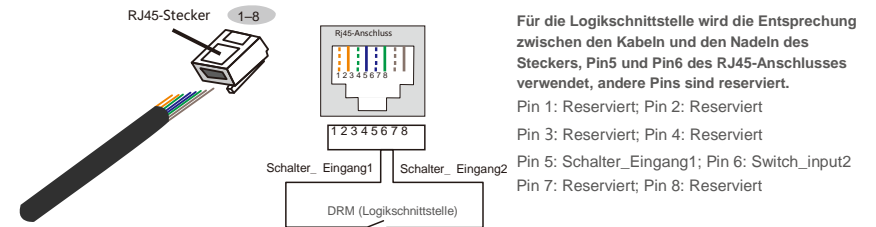

Abbildung 5.31 Abisolieren der Isolationschicht und Anschluss an RJ45-
2. Verwenden Sie den Netzwerk-Abisolierer, um die Isolierschicht des Kommunikationskabels zu entfernen. Schließen Sie das Kabel gemäß der Standardleitungsbelegung in Abbildung 5.31 an den RJ45-Stecker an und verwenden Sie dann ein Crimpwerkzeug für Netzwerkkabel, um es zu befestigen.